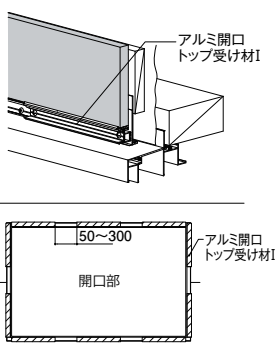

図7 アルミ開口トップ受け材Ⅰの施工
▶アルミ開口トップ受け材Ⅰはアルミ開口ベース材Ⅰの両端には必ず取り付け、中間部は50～300mmの隙間を設けて取り付ける。(図7参照)